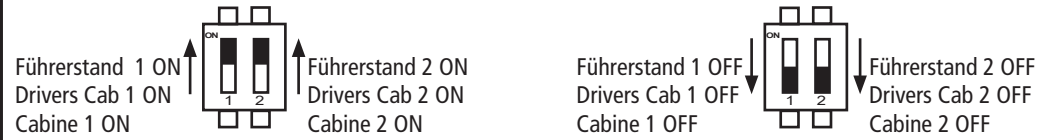

Fig. 9
**Ausführung für Wechselstrom:** siehe Fig. 9
**A.C. operation:** see fig. 9
**Geschikt voor wisselstroombanen:** fig. 9